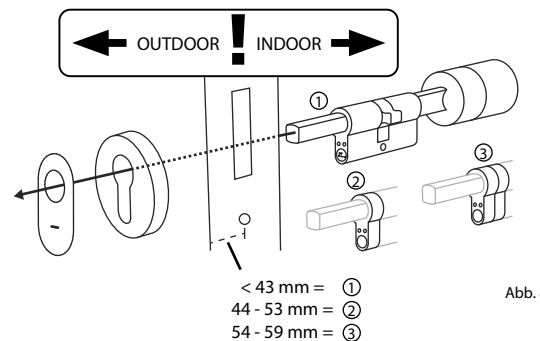

Abb. 8
- ⑤ Schieben Sie den Zylinder von der Innenseite der Tür aus in das Einsteckschloss der Tür. Schieben Sie die Notschloss-Abdeckung außen auf die Schloss-Welle (Abb. 8).